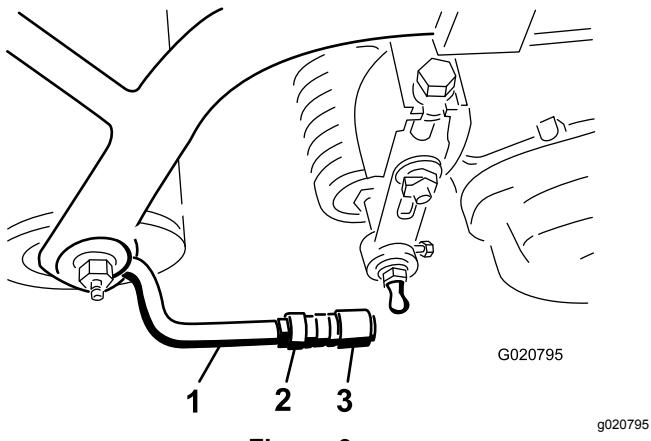

Figura 9
5. Alinhe as ligações nas rótulas para que o lado aberto da ligação fique centrado em relação ao pino esférico e aperte as porcas de bloqueio para prender as fichas no sítio (Figura 9).